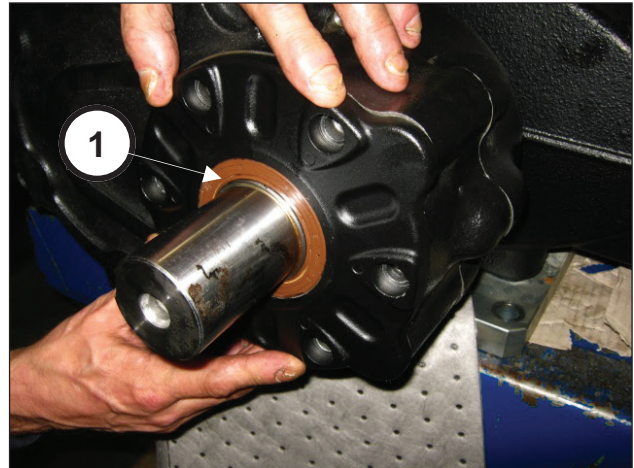

Abb. 87
Geben Sie besonders beim Einsetzen des Ölabbstreifings auf das Ritzel acht, um den Ring nicht zu beschädigen (Pos. ①, Abb. 87).